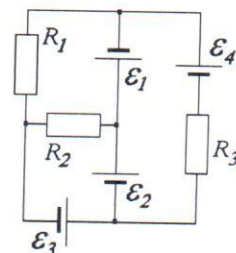

Рис.5
6. Запишите систему уравнений для токов, протекающих в электрической схеме на рис.5.